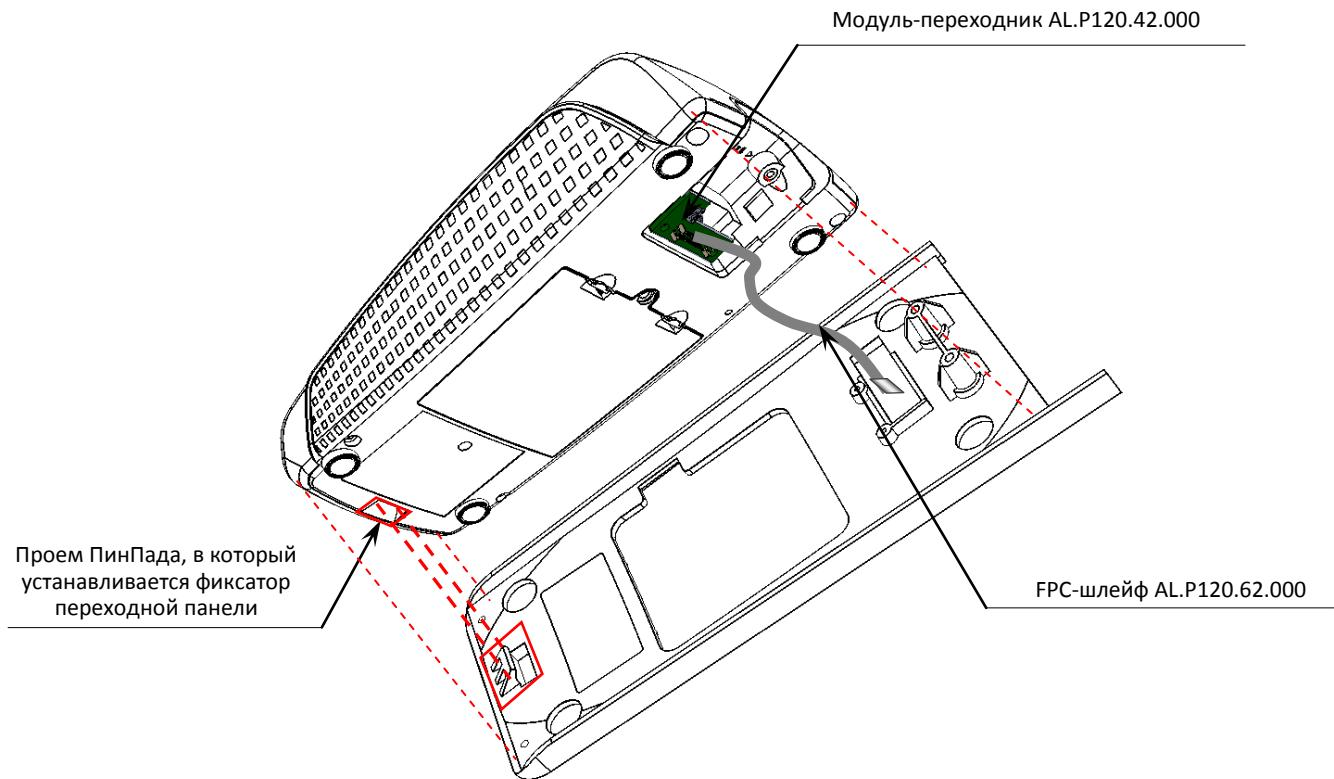

Рисунок 14. Отделение переходной панели AL.P120.01.002 от ПинПада
4. Аккуратно совместить ПинПад с переходной панелью, при этом фиксатор переходной панели должен быть установлены в проем ПинПада – ПинПад должен быть плотно совмещаться с переходной панелью (смотрите рисунок 14).